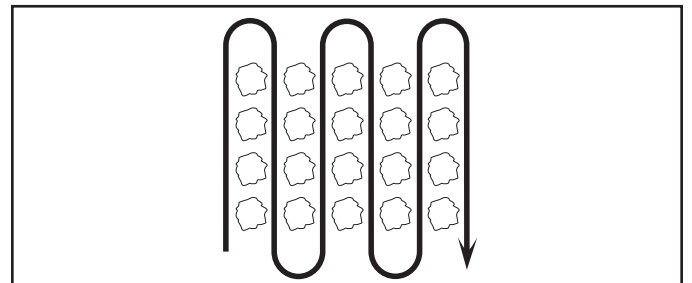

Fig. 10
- Cultive hacia arriba y hacia abajo las filas a una velocidad que le permita a los brazos sacar las raíces de la mala hierba y dejar el suelo en condiciones ásperas, para impedir el desarrollo de la mala hierba y el césped (Vea la Fig. 10).